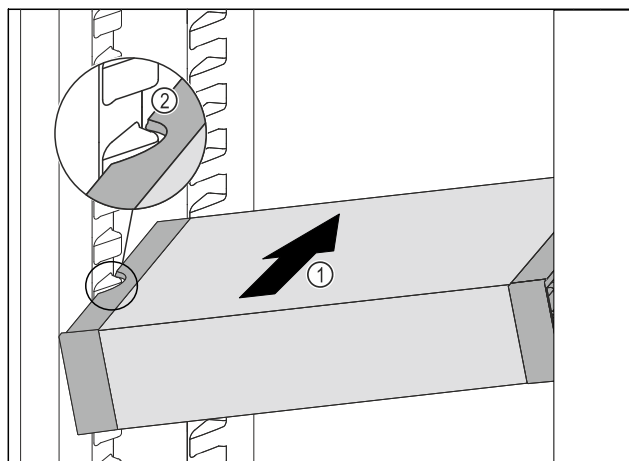

Fig. 94
- ▶ Introduzca el VarioSafe en posición oblicua en el compartimento del refrigerífico Fig. 94 (1) hasta que los huecos laterales Fig. 94 (2) del VarioSafe se encuentren a la altura de la nervadura del recipiente en el compartimento refrigerífico.